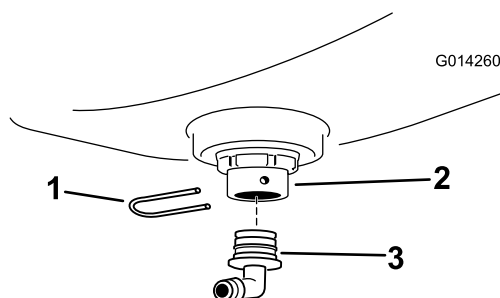

Рисунок 5
4. Установите прямоугольный фитинг на переходной штуцер и зафиксируйте с помощью крепежной вилки (Рисунок 5). Поверните фитинг открытым концом назад.